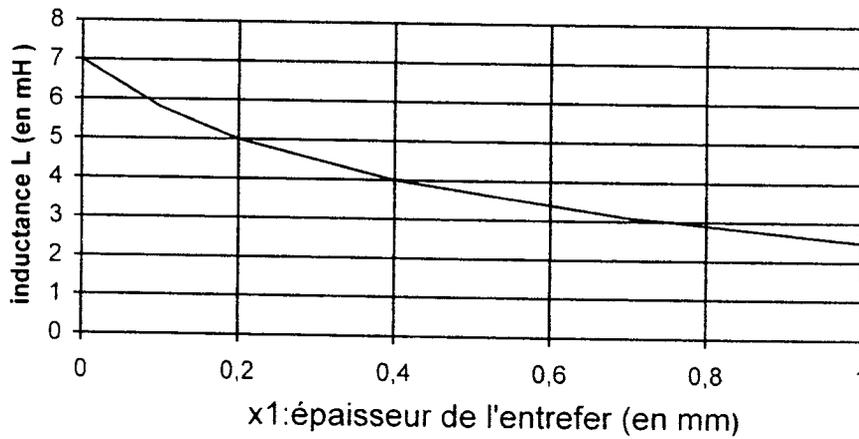

Figure 4 : inductance=f(épaisseur de l'entrefer)
La mesure de l'épaisseur de l'entrefer x_1 est réalisée par une bobine dont l'inductance L dépend de x_1 selon la **figure 4**.
1.3.1. En utilisant la **figure 4** donner dans le **document réponse page 14** les valeurs de l'inductance de la bobine pour les quatre épaisseurs d'entrefer proposées à la première ligne du tableau **page 14**.